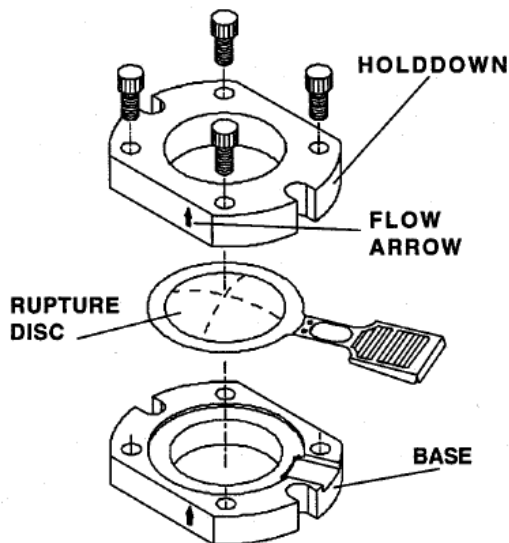

图 6 - 预扭矩型夹持器
3. 如果夹持器配置为 TQ 或 TQ+ (见图 6), 在安装螺丝钉之前, 请用油 (如 SAE 等级 20) 润滑螺丝钉螺纹。跳过步骤 4 & 5, 如果夹持器配置为 TQ 或 TQ+。